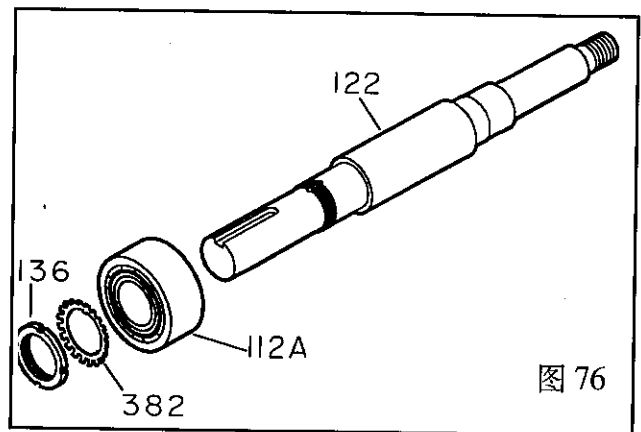

图 76
10. 拆下轴承锁紧螺母(136)和锁紧螺片(382)(图76)。